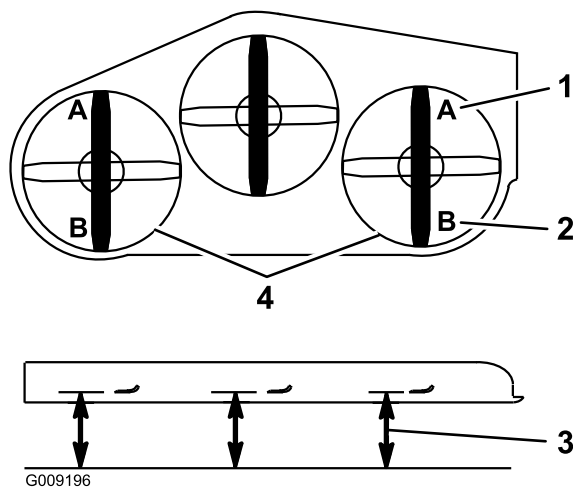

Figura 92
9. En ambos lados de la carcasa, mida desde la superficie nivelada hasta la punta delantera de la cuchilla (Posición A), según se muestra en Figura 92.
15. En ambos lados de la carcasa, mida desde la superficie nivelada hasta la punta trasera de la cuchilla (Posición B), según se muestra en Figura 92.